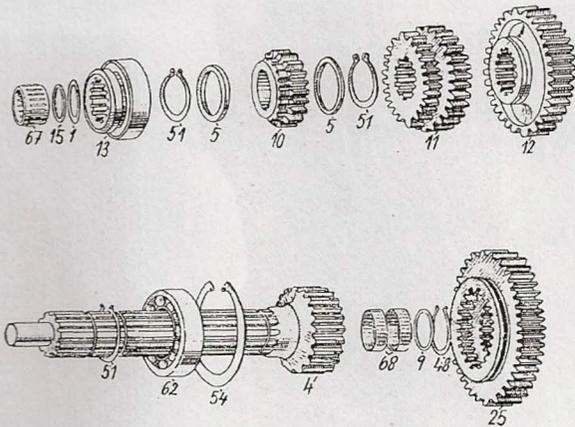

Fig. 120
3. À l'aide d'un mandrin de cuivre expulser vers arrière l'arbre cannelé en bloc avec le roulement 6310 (6210, 6311) - fig. 120/62. Retirer le manchon baladeur des quatrième et cinquième vitesses (13), l'anneau de retenue (51), l'anneau d'appui (5), le pignon de quatrième vitesse (10), l'anneau d'appui et l'anneau de retenue. Retirer en outre de l'arbre cannelé le pignon baladeur des troisième et deuxième vitesses (11) ainsi que le pignon baladeur de première vitesse et de marche arrière (12).
5. Pour déposer le roulement 6310 (6210, 6311 — fig. 120/62) enlever l'anneau de retenue (fig. 120/51) etc hasser le roulement de l'arbre.
1. Emmancher dur sur l'arbre cannelé le roulement 6310 (6210, 6311) (fig. 120/62) et le freiner avec son anneau de retenue.
3. Emmancher dur dans le moyeu de la troisième cloison de la boîte de vitesses l'arbre cannelé avec le manchon baladeur des quatrième et cinquième vitesses (fig. 120/13), le pignon de quatrième et les pignons baladeur des troisième, deuxième et première vitesses et de marche arrière; freiner le roulement 6310 (6210, 6311) — fig. 120/62 à l'aide de l'anneau de retenue intérieur (fig. 120/54).